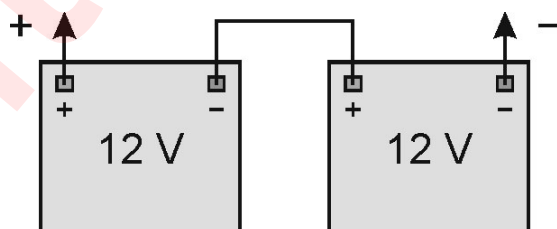

Рисунок 12
- 12.2.3 Подключите новые аккумуляторные батареи в соответствии со схемой приведенной на рис. 12.